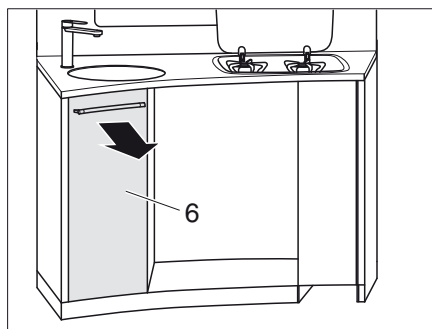

Bild 130 Ta ut hög kökslåda
- Ta ut hög kökslåda (Bild 130,6).